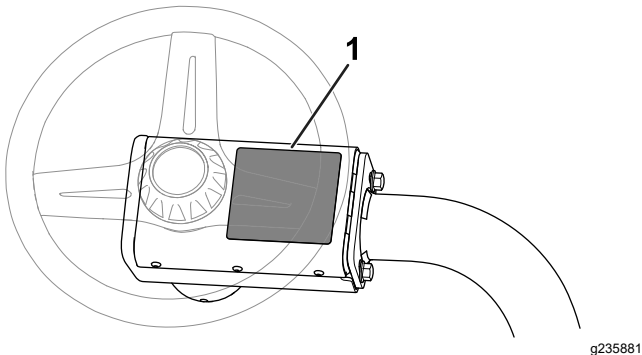

Figura 14
- Applicate l'adesivo di avvertenza CE (n. cat. 136-8505) sull'adesivo di avvertenza esistente (n. cat. 136-8506). La Figura 14 illustra la posizione dell'adesivo di avvertenza.